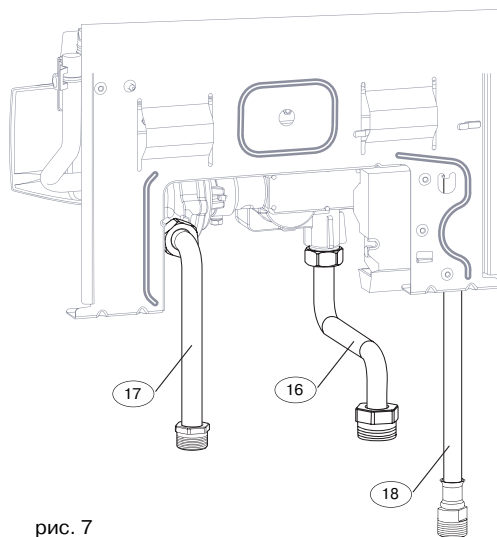

рис. 7
Подключение природного газа (рис. 7):
Подключение газа (рис. 7):
Подключение холодной воды (рис. 7):
Подключение горячей воды осуществляется с помощью гибкого шланга (18) (рис. 7) установленного на водонагревателе.